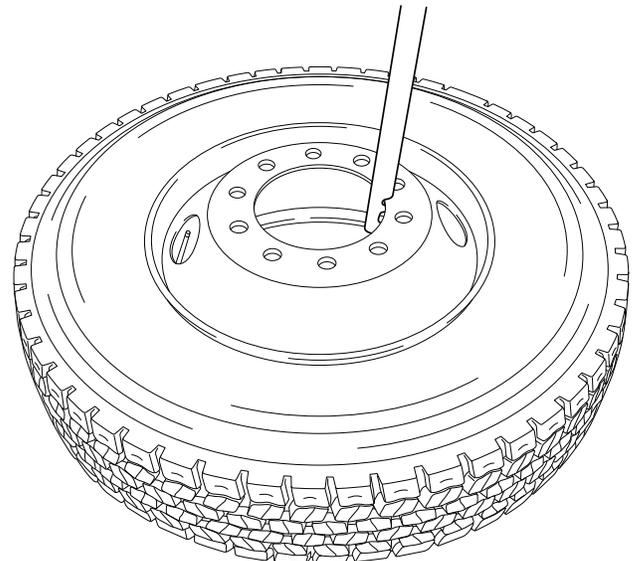

Figura 3
- Rueda de acero:** enganche la tercera ranura del inclinador de ruedas en el émbolo de la rueda, como se muestra en la figura 3.